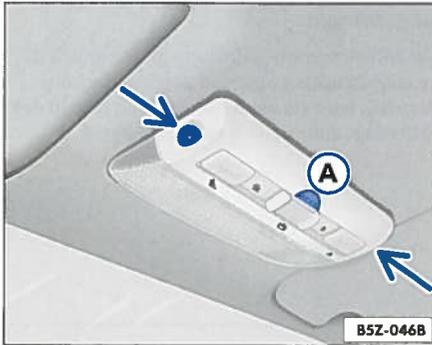

Abb. 34 Taste zum Ausschalten der Innenraumüberwachung
- Drücken Sie die Taste ⇒ Abb. 34 (A). Die Kontrollleuchte neben dem Verriegelungsknopf an der Fahrertür blinkt während 30 Sekunden schneller.
Die Innenraumüberwachung wird zusammen mit der Diebstahl-Warnanlage automatisch eingeschaltet. Der Sensor und der Empfänger befinden sich in der Leseleuchte ⇒ Abb. 34 -Pfeile-.